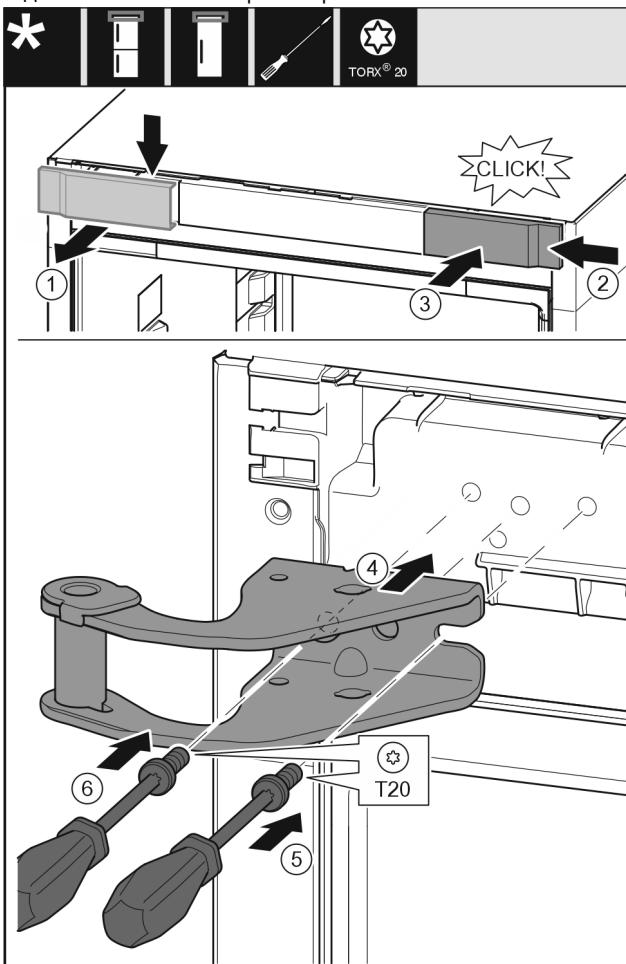

Fig. 14
- Зніміть кришку вгорі вперед. Fig. 14 (1)
- Почепіть кришку, що повернута на 180°, з іншого боку праворуч. Fig. 14 (2)
- Зафіксуйте кришку. Fig. 14 (3)
- Встановіть верхній опорний кронштейн. Fig. 14 (4)
- Встановіть та закрутіть гвинт за допомогою викрутки T20. Fig. 14 (5)
- ▶ Встановіть та закрутіть гвинт за допомогою викрутки T20. Fig. 14 (6)